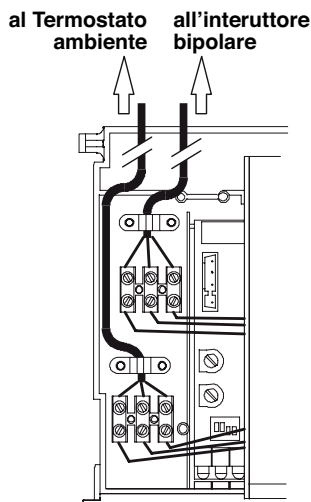

Figura 5.25
essere bloccati come in Figura 5.25 e condotti all'esterno della caldaia attraverso i due fori (I).